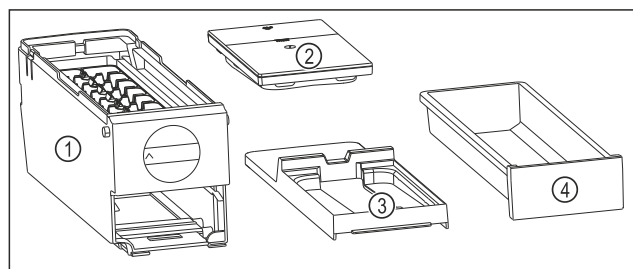

Fig. 214 Съставни части на EasyTwist-Ice
- EasyTwist-Ice е разглобен на четири части. (виж Fig. 214)
- Разглобявайте EasyTwist-Ice само на изобразените съставни части. (виж Fig. 214)
- Почистете корпуса на EasyTwist-Ice Fig. 214 (1) като едно цяло.